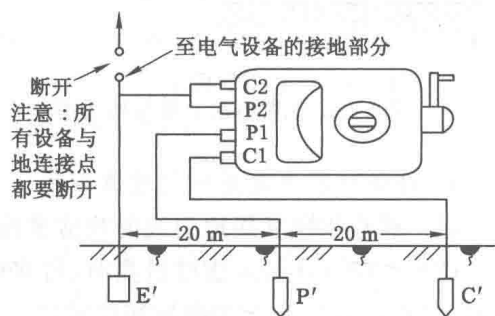

图 1-18 接地电阻测量接线图
(2) 接地电阻测量
① 将两个接地探针沿接地体辐射方向分别插入距接地体 20 m、40 m 的地点,插入深度为 400 mm。
② 将接地电阻表平放于接地体附近,并进行接线,接线方法为:a. 用最短的专用导线将接地体与接地电阻表的接线端(C2、P2)短接后的公共端相连;b. 用最长的专用导线将距接地体 40 m 的测量探针(电流探针)与接地电阻表的接线钮 C1 相连;c. 用余下的长度居中的专用导线将距接地体 20 m 的测量探针(电位探针)与接地电阻表的接线端 P1 相连。如图 1-18 所示。
③ 将接地电阻表水平放置后,检查检流计的指针是否指向中心线,如果没有指向中心线,则将调节零位调整器使接地电阻表指针指向中心线。
④ 将倍率标度(或称粗调旋钮)置于最大倍数,并慢慢地转动发电机摇柄(指针开始偏移),同时旋动测量标度盘(或称细调旋钮)使检流计指针指向中心线。